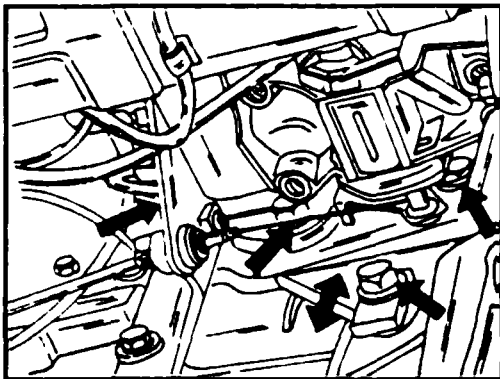

Рис. 3.32 Места крепления ТНВД
- ◆ При необходимости ослабьте болты, крепящие кронштейн насоса (см. рис. 3.32) и передвиньте кронштейн, чтобы добиться требуемого натяжения.